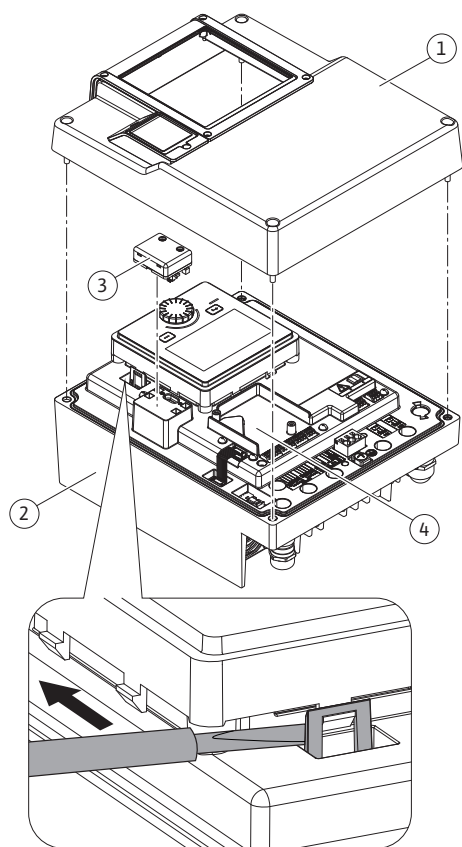
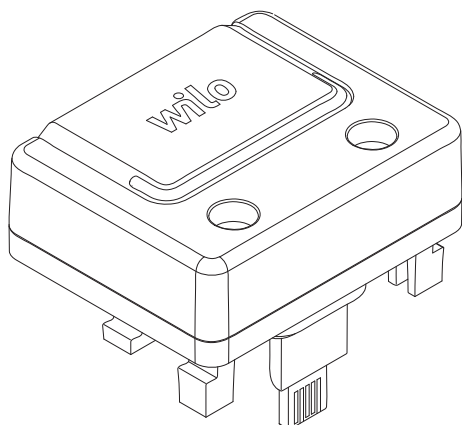

Fig. 26: Elektronicamodule
Fig. 27: Wilo-Smart Connect module BT
De Bluetooth-interface van de Wilo-Smart Connect module BT (Fig. 26, pos. 3 en Fig. 27) is bestemd voor koppeling met mobiele eindapparaten, zoals een smartphone en tablet. In de Wilo-Assistant app bevindt zich de Wilo-Smart Connect-functie. Met de Wilo-Smart Connect-functie kan de pomp worden bediend en ingesteld en kunnen pompgegevens worden uitgelezen. Zie voor de instellingen het hoofdstuk „Inbedrijfname” [► 49].
1. Draai de vier schroeven van het bovendee van de elektronicamodule (Fig. 26, pos. 1; Fig. 1, pos. 2) los.
3. Plaats de Wilo-Smart Connect module BT in de daarvoor bestemde Wilo-Connectivity Interface. Zie Fig. 26, pos. 3.
CIF-modules (toebehoren) zijn bestemd voor de communicatie tussen pompen en gebouwbeheersystemen. CIF-modules worden in de elektronicamodule geplaatst (Fig. 26, pos. 4)